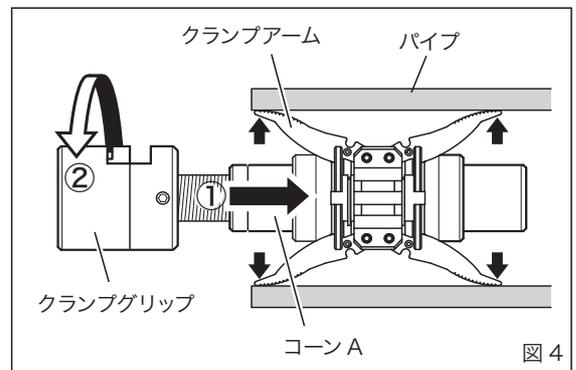

図 4
- ① クランプ部をパイプの内径側にクランプアームが完全に入るまで差し込みます。(図 4)
- ② コーン A を手で保持しながらクランプグリップを右に回し、クランプ部をパイプに固定します。(図 4)